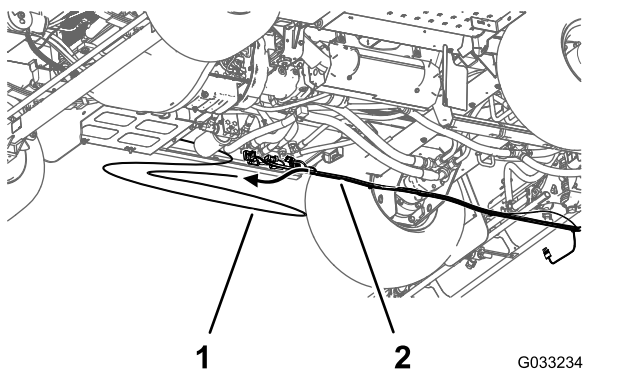

Рисунок 53
- Отсоедините трубку датчика давления для манометра на приборной панели от заднего жгута проводов и снимите ее с машины (Рисунок 53).